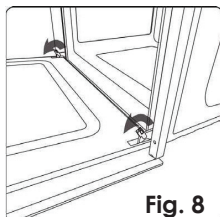

Fig. 8
2. Alzar las dos palancas indicadas (**Fig. 8**) en las bisagras